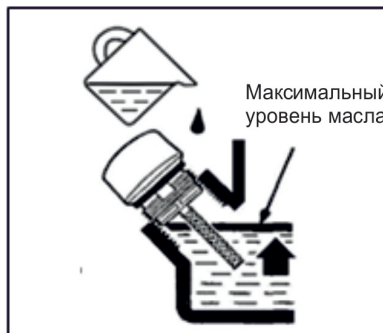

Рис. 11
3. Через маслозаливную горловину залейте моторное масло в картер двигателя до уровня нижней кромки маслозаливной горловины (рис. 11);